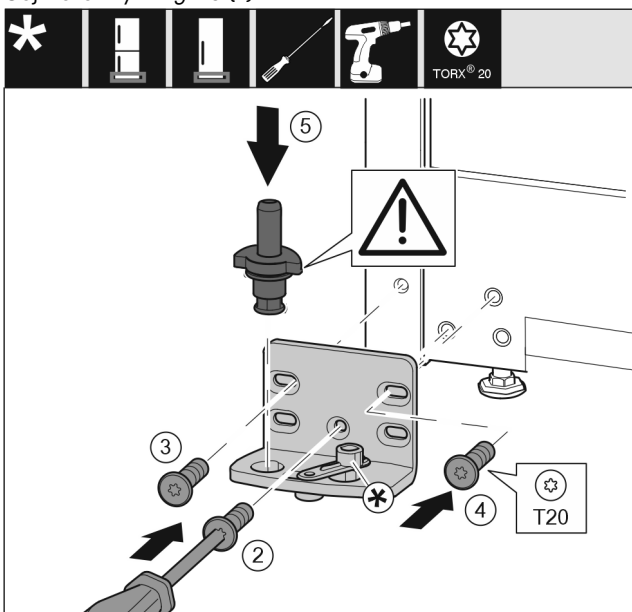

Fig. 16
- Nasadte stojan ložiska na druhé straně a přišroubujte pomocí šroubováku T20. Začněte šroubem 2 dole uprostřed. *Fig. 16 (2)*
- Pevně utáhněte šroub 3 a 4. *Fig. 16 (3,4)*
- Zcela vložte ložiskový čep. Přitom dávejte pozor, aby zajišťovací vačka směřovala dozadu. *Fig. 16 (5)*